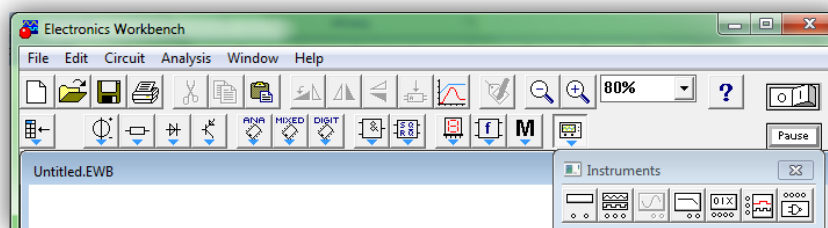

Рисунок 5 – Набор Instruments (инструменты)
5. Из набора *Instruments* (инструменты рисунок 5):